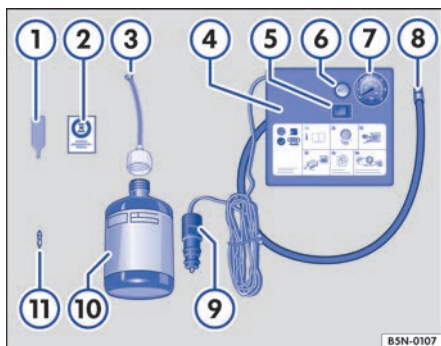

Fig. 265 Representación esquemática: componentes del kit reparapinchazos.
El kit reparapinchazos se encuentra en el maletero, debajo del recubrimiento del piso. Se compone de los siguientes elementos → **fig. 265**:
11. Pegue el adhesivo → **fig. 265** ② del kit reparapinchazos en el tablero de instrumentos dentro del campo de visión del conductor.
- Desenrosque el obús de la válvula con el desmontaobuses → fig. 265 ① y deposítelo sobre una superficie limpia.
- Agite enérgicamente la botella de sellante → fig. 265 ⑩ unas cuantas veces.
- Enrosque fijamente el tubo de llenado → fig. 265 ③ en la botella de sellante en el sentido de las agujas del reloj. El precinto de la boca de la botella se perfora automáticamente.
- Retire el tapón del tubo de llenado → fig. 265 ③ e introduzca el extremo abierto en la válvula del neumático por completo.
- Enrosque nuevamente el obús en la válvula del neumático con ayuda del desmontaobuses → fig. 265 ①.
- Enrosque fijamente el tubo de inflado → fig. 265 ⑧ del compresor de aire en la válvula del neumático.
- Compruebe que el tornillo de descarga de aire → fig. 265 ⑥ esté cerrado.
- Acople el conector de 12 voltios → fig. 265 ⑨ a una toma de corriente de 12 voltios del vehículo → pág. 274.
- Encienda el compresor de aire con el conmutador de encendido y apagado → fig. 265 ⑤.
- Deje el compresor en funcionamiento hasta alcanzar una presión de 2,0 a 2,5 bares (29-36 psi/200-250 kPa) →  **No lo deje funcionar más de 8 minutos** → ④.
→ fig. 265  y compruebe la presión de inflado del neumático en el indicador .